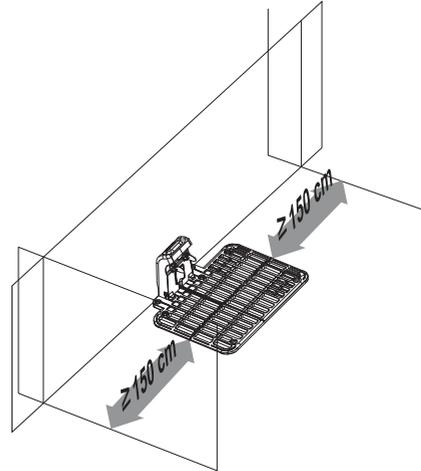

Fig. 2
- > L'espace libre minimal par rapport aux obstacles et aux bords doit être respecté sur les deux côtés (Fig. 2). Il est recommandé de placer la station de charge sur un bord droit présentant suffisamment d'espace, plutôt que dans un angle ou un virage.